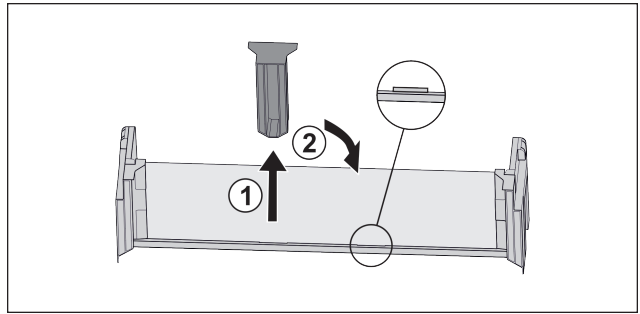

Fig. 114
- ▶ Dra ut den fästdelen i mitten Fig. 114 (1).
- ▶ Sätt in fästdelen i mitten i andra läget Fig. 114 (2).